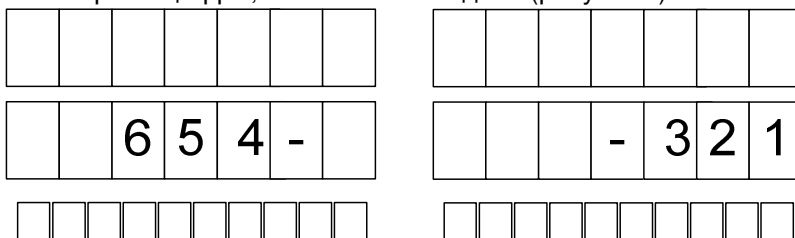

Рисунок 3
10.5 По команде от БУ на ЖКИ в средней строке поочередно могут отображаться ID-номер блока управления, его вариант проекта и версия ПО. При отображении ID-номера БУ друг за другом выводятся сначала первые цифры, а затем – последние (рисунок 3).